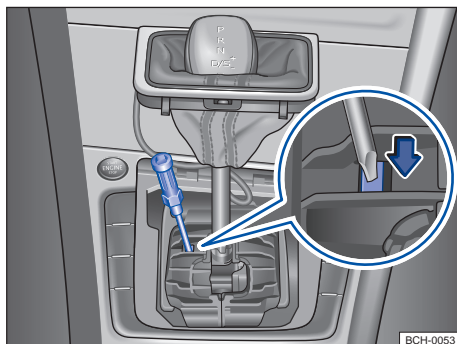

Fig. 90 Desinstalar a cobertura da alavanca seletora e destravar o bloqueio da alavanca seletora emergencialmente.
- Com o auxílio de uma chave de fenda pressionar cuidadosamente a alavanca de destravamento no sentido da seta e manter nessa posição → Fig. 90.